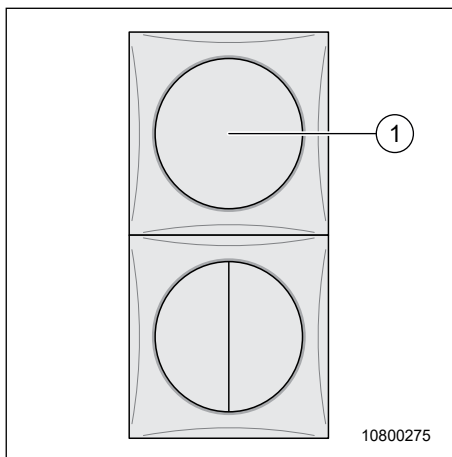

Fig. 79 Verrouillage central des tiroirs de la cuisine
Le commutateur (Fig. 79, pos. 1) permet de verrouiller simultanément tous les tiroirs de la cuisine et de les sécuriser pour la route.
→ La LED dans le commutateur (Fig. 79, pos. 1) est allumée lorsque les tiroirs ne sont pas verrouillés.